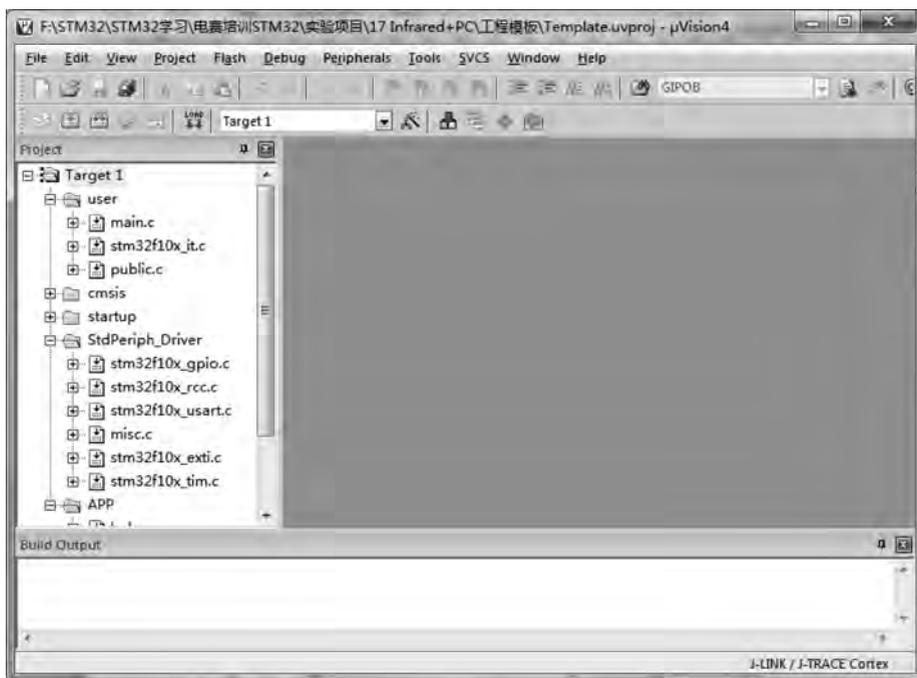

图 3-20 Keil μ Vision4 软件界面
(1) 在开始/程序或桌面快捷方式中启动 Keil μ Vision4 软件，其界面如图 3-20 所示。